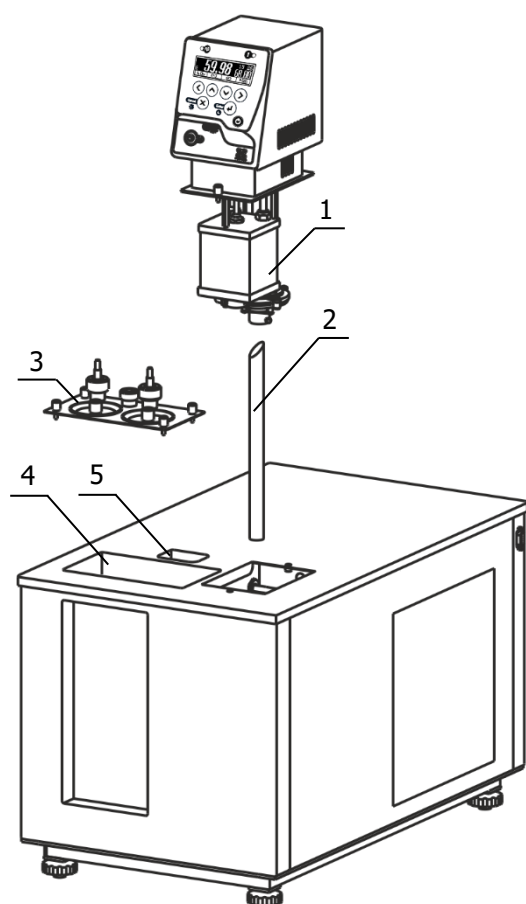
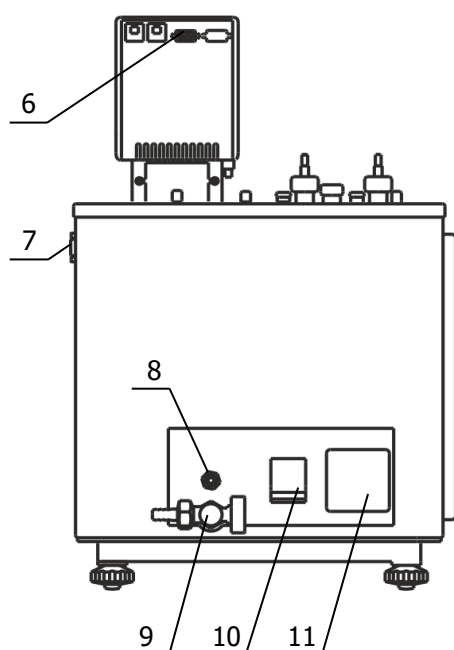

Рисунок 3 — Установка блока регулирования температуры
Рисунок 4 — Задняя панель термостата
2.2.3 Вставить выходную трубку 2 (рисунок 3) в соединительную муфту 9 (рисунок 2) в основании ванны термостата коническим концом вверх, как показано на рисунке 3.
2.2.4 Насадить блок регулирования резервуаром 1 сверху на трубку 2 (рисунок 3), преодолевая при необходимости сопротивление витков теплообменника 5 (рисунок 2). Погрузить блок в ванну до упора и зафиксировать его винтовыми фиксаторами на крышке термостата.
2.2.5 К переливному штуцеру 8 (рисунок 4) присоединить гибкий шланг, второй конец которого опустить в емкость для сбора излишков теплоносителя объемом 1.5–2 л.
2.2.6 Заполнить ванну термостата теплоносителем через отверстие над рабочей ванной 4 (рисунок 3) до момента начала слива теплоносителя из штуцера 8 (рисунок 4). Температурный диапазон применения теплоносителя должен соответствовать значениям, указанным в 1.2.6.
2.2.7 Вставить вилку сетевого кабеля блока регулирования в розетку 11 (рисунок 4). Соединить кабелем из комплекта поставки блок регулирования температуры (разъем 6) и холодильную машину (разъем 7). Сетевой кабель термостата подключить к питающей сети напряжением 220 В. Для этого в лабораторном помещении должна быть установлена электрическая розетка из комплекта поставки термостата.
2.2.8 Автоматический выключатель 10 (рисунок 4) перевести в положение «включено».
Причина отсутствия перелива — неправильная работа насоса, вызванная воздушной пробкой, образовавшейся в резервуаре 1 (рисунок 3). Для ее устранения необходимо:
2.2.10 Крышку для установки вискозиметров 3 (рисунок 3) разместить над отверстием рабочей ванны 4 и зафиксировать винтовыми фиксаторами из комплекта поставки.
2.2.11 Установить светильник из комплекта поставки в отверстие 5 (рисунок 3).
2.4.5 Надеть сливной шланг из комплекта поставки на кран 9 (рисунок 4) и закрепить его хомутом. Свободный конец шланга опустить в емкость для сбора теплоносителя объемом не менее объема термостата.